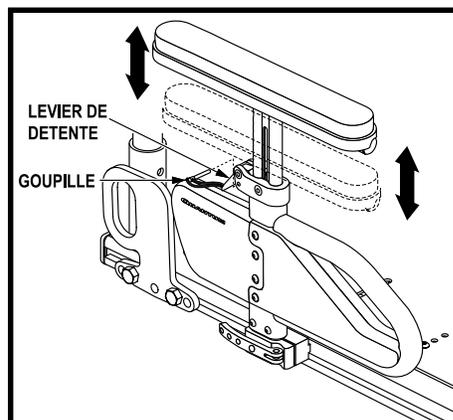

Figure 18. Réglage hauteur supérieure accoudoir montant unique à réglage rapide de la hauteur
1. Si applicable, retirez la goupille de blocage. Voir la figure 18.